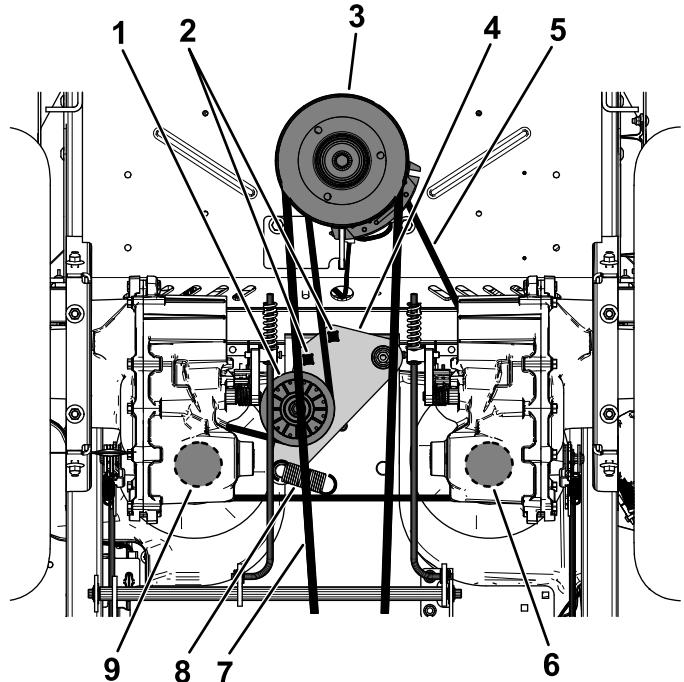

Figure 86
5. Insérez un rochet de $\frac{1}{2}$ pouce ou une poignée articulée dans les trous carrés du bras de la poulie de tension pour détendre le ressort de la poulie de tension (Figure 86).
6. Retirez la courroie existante de la poulie de tension, des 2 poulies d'entraînement de pompe hydraulique et de la poulie du moteur (Figure 86).
7. Chaussez la courroie neuve sur la poulie de tension, la poulie du moteur et les 2 poulies de la pompe hydraulique (Figure 86).